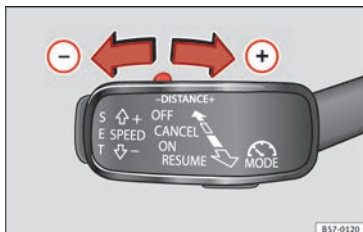

Fig. 183 Leva di comando: regolare la distanza.
- Per indicare la distanza attualmente programmata, premere brevemente il tasto doppio ►►► fig. 183.